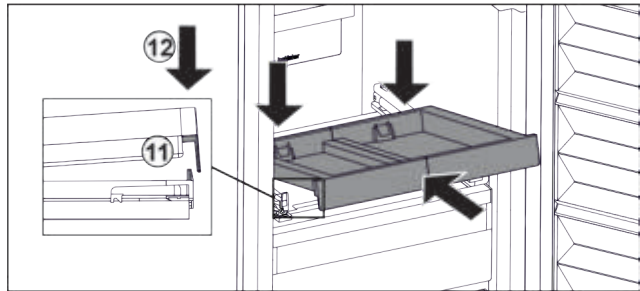

Fig. 88
- ▶ Вставити навкоси. Звертайте увагу, щоб з обох боків упор був за накладкою. Fig. 88 (11)
- ▶ Витяжну панель опустити спереду. Fig. 88 (12)